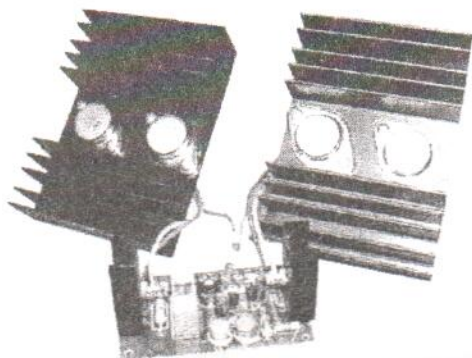
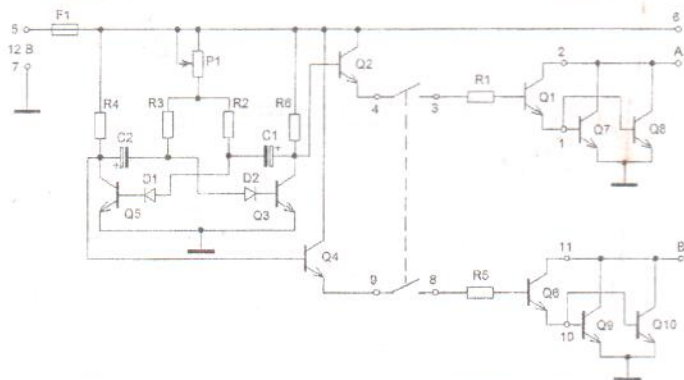
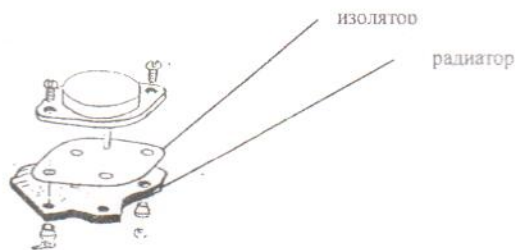

Рис.1 Общий вид устройства
Рис.2 Схема электрическая принципиальная
Рис.3 Установка транзистора на радиатор
Общий вид устройства представлен на рис.1, схема электрическая принципиальная – рис.2.
- установите транзисторы Q7, Q8 и Q9, Q10 (2N3055) на радиаторы, используя изоляционные прокладки и втулки, в соответствии с рис.3;
В качестве выходного трансформатора можно использовать сетевой понижающий трансформатор с номинальной мощностью не менее 100Вт в обратном включении, который обеспечивает выходное напряжение 2x10В /10А при входном напряжении 220В. Трансформатор необходимо подключить к контактам А, В, б преобразователя в соответствии с принципиальной электрической схемой (см. рис.1 и рис.3).